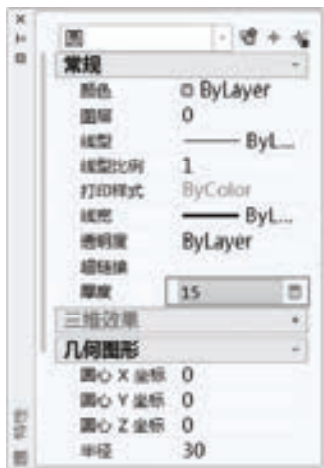

图 9-118 为圆设置厚度值
- 2) 打开“特性”选项板，为选定的圆设置“厚度”为“15”，如图 9-118 所示。按〈Esc〉键退出特性设置。